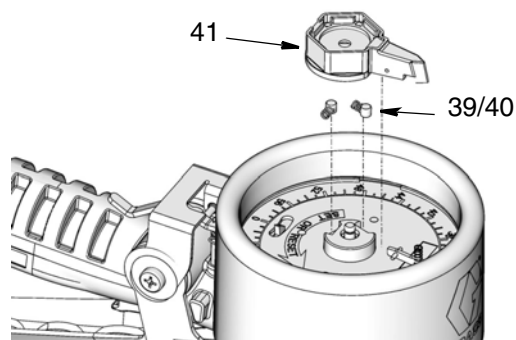

ABB. 27
3. Zeiger (41), Federn (39) und Stifte (40) entfernen (ABB. 27).